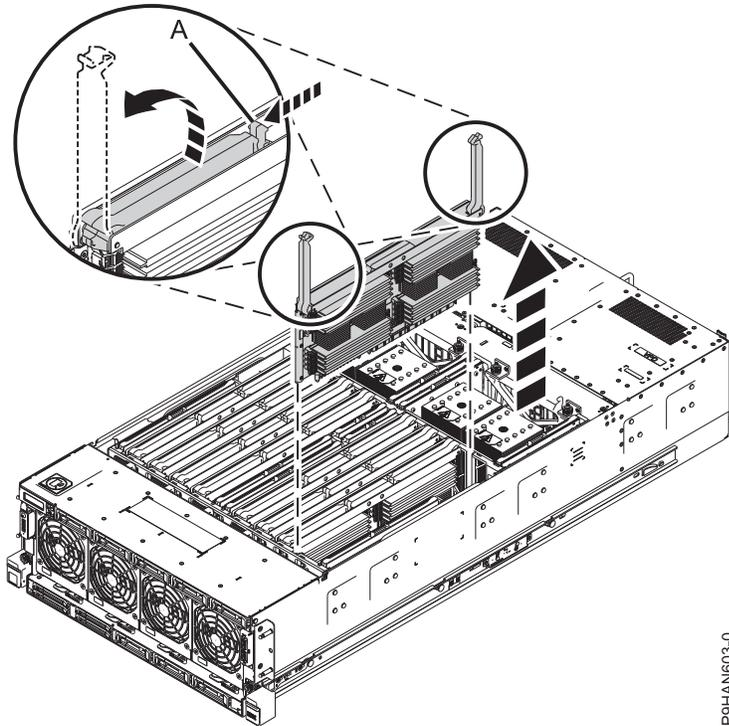

Figura 10. Removendo um riser de memória
- a. Abra as travas de liberação (A) no riser de memória, como mostrado na Figura 10 na página 13. Abra as travas na posição 90 graus totalmente na vertical.